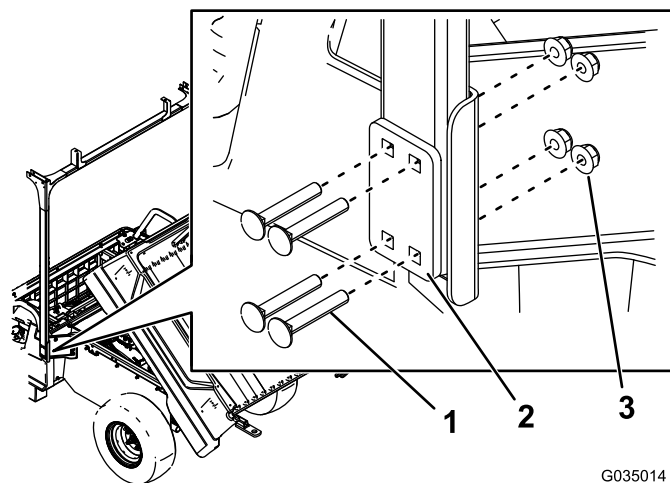

Figura 7
6. Instale sem apertar as tubagens traseiras nos suportes com volta traseiros utilizando oito parafusos de carroçaria (5/16" x 2"), duas placas de montagem e oito porcas (5/16"), como se mostra na Figura 7.